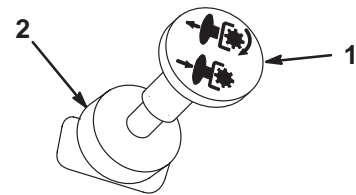

Bild 5
2. Schieben Sie den Zapfwellenantriebshebel (ZWA) auf Aus (Bild 5).
2. Stellen Sie den Zapfwellenantrieb auf „Aus“ (Bild 5).